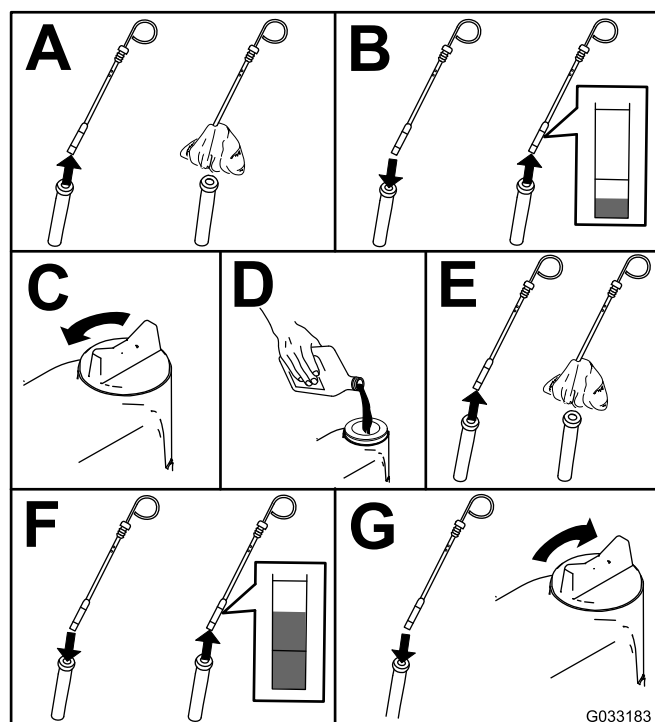

Figure 72
2. Contrôlez le niveau d'huile moteur (Figure 72).